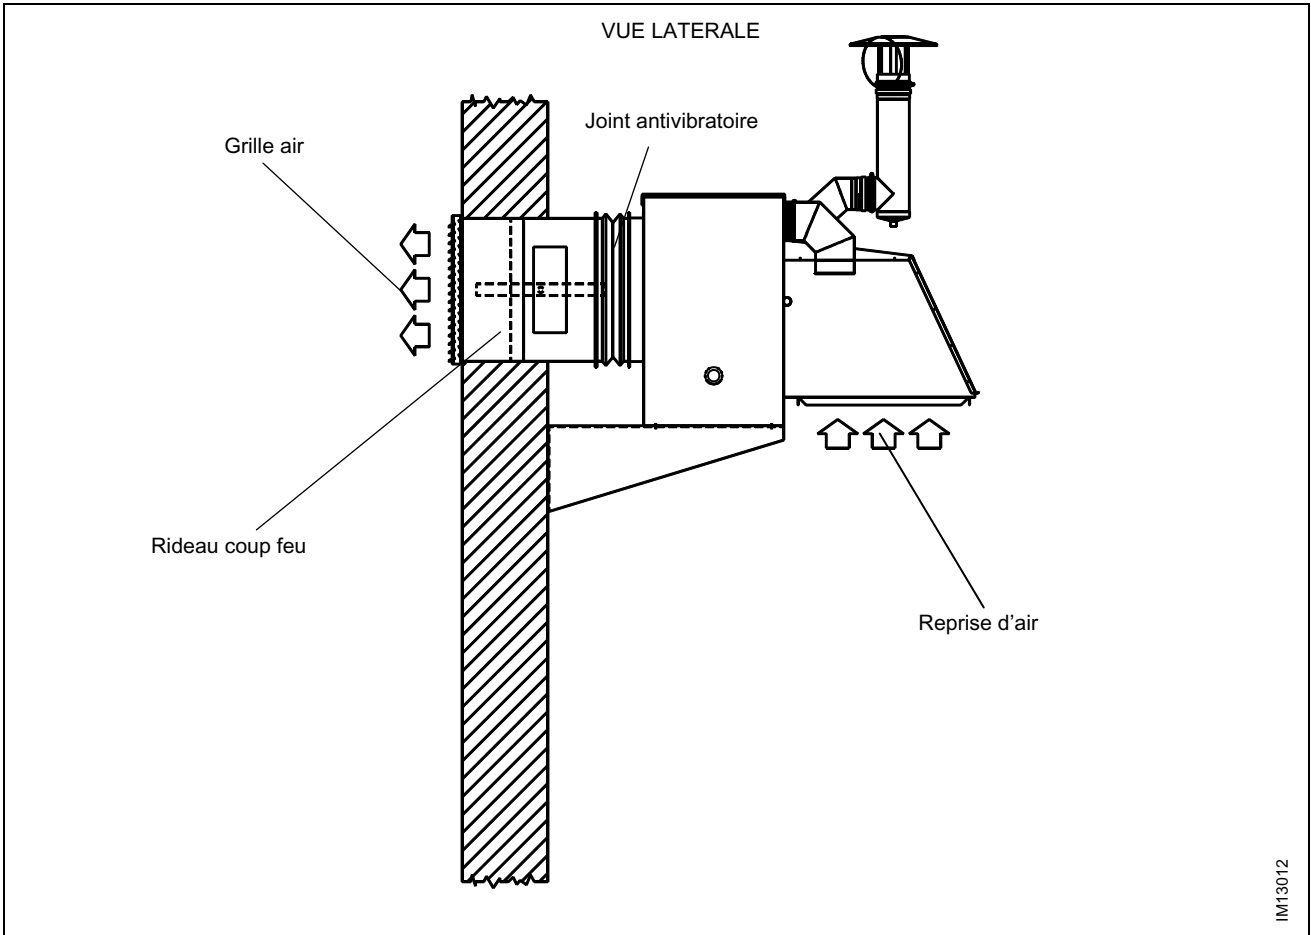
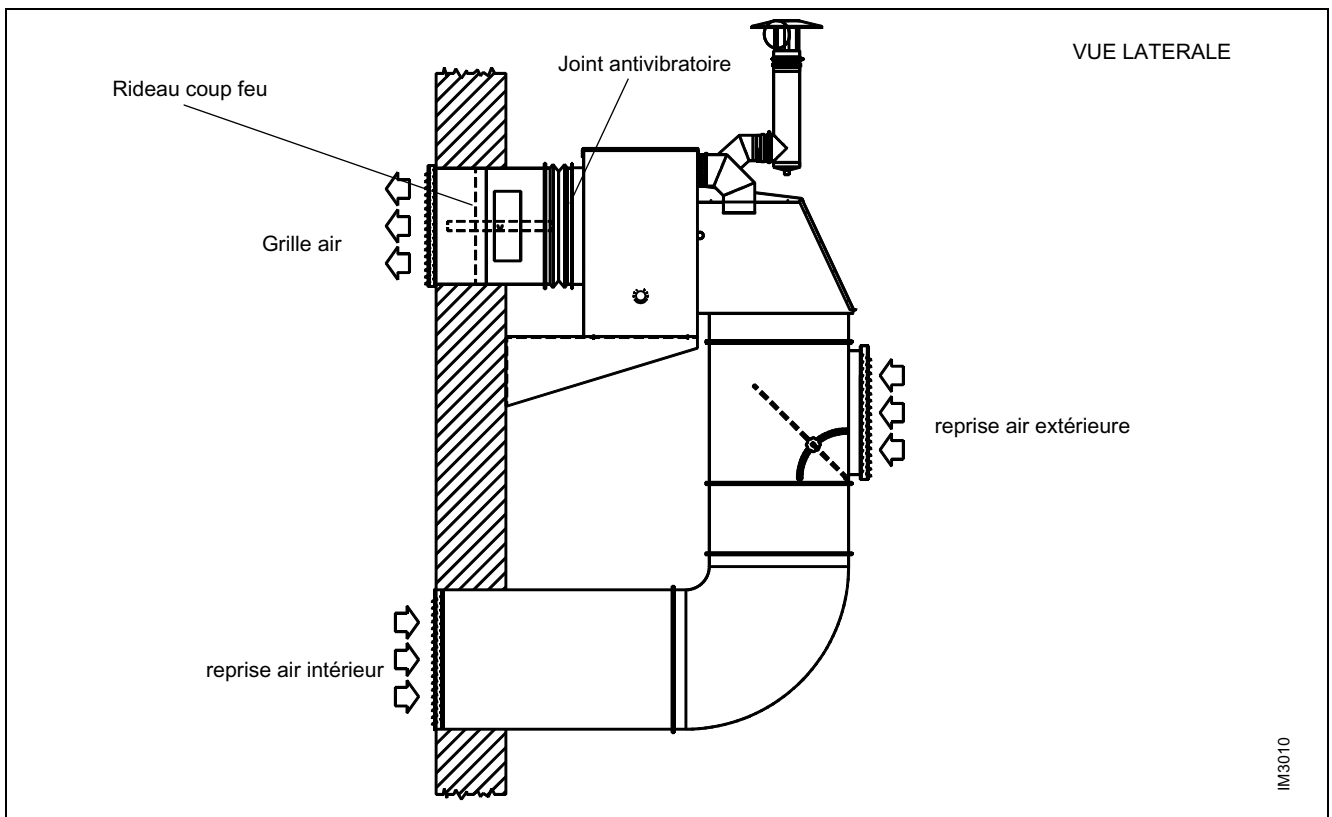

Figure 6 – EXEMPLE D' INSTALLATION A PAROIR AVEC TOTALE REPRISE EXTERIEURE
Figure 7 – EXEMPLE D'INSTALLATION A PAROIR AVEC PARTIELLE REPRISE D'AIR INTERIEURE
- L) Si demandé, installer sur la conduite d'air traversant la paroi du bâtiment un rideau coup feu REI 120 avec un fusible taré à 80°C (voir Figure 6 et Figure 7).